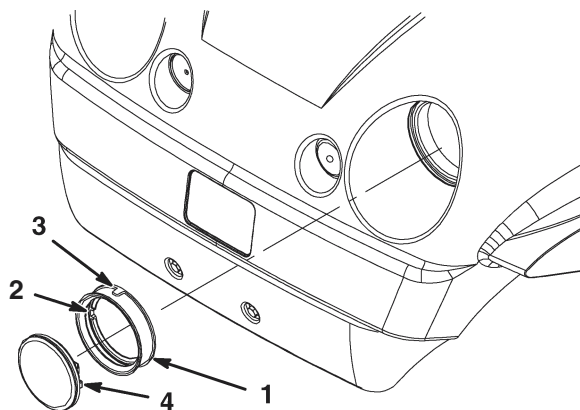

Figure 33
4. Déposez le joint en caoutchouc qui entoure le phare (Fig. 33). Mettez le phare au rebut.
5. Placez l'encoche située à l'intérieur du joint en face de l'encoche du phare neuf (Fig. 33). Placez le joint sur le phare jusqu'à ce qu'il tienne bien en place.